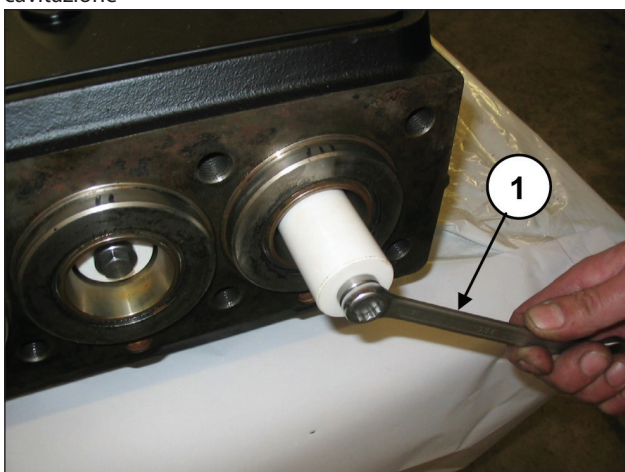

Fig. 121
Provvedere allo smontaggio dei pistoni svitando le viti di fissaggio (pos. ①, Fig. 121).